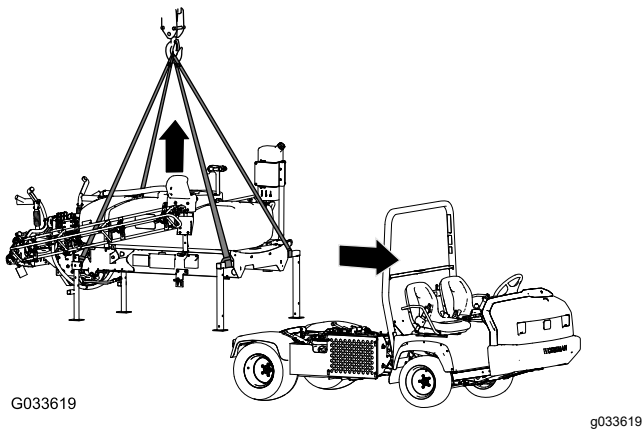

Figure 138
5. Attachez le matériel de levage aux tubes horizontaux des pieds de support avant et le montant vertical aux pieds de support arrière (Figure 138).
7. Soulevez le patin de la cuve suffisamment haut pour éviter le patin de la machine (Figure 138).
1. Abaissez les rampes à 45° environ puis faites-les pivoter vers l'avant (Figure 138).